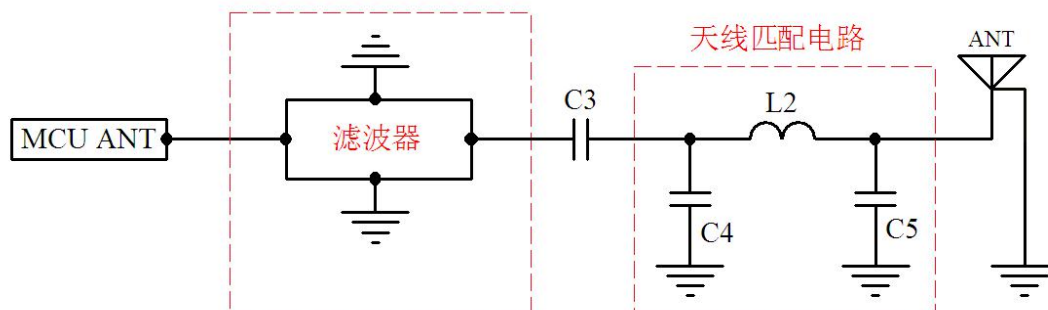

图 6
2. 滤掉二次、三次等高次谐波除了可以使用上面的滤波电路外还可使用 LPF(低通滤波器)来处理，如图 6 所示（滤波器为低通滤波器），低通滤波器的优点：在较低的插入损耗下同时可保证对高次谐波的过滤，且滤波器占 PCB 的面积较小。
3. 发射杂散若除了二次、三次等高次谐波外还存在其他较低频率的杂散，可用 BPF(带通滤波器)去处理，如图 6 所示（滤波器为带通滤波器），且带通滤波器可提升芯片 RF 端的抗静电能力。